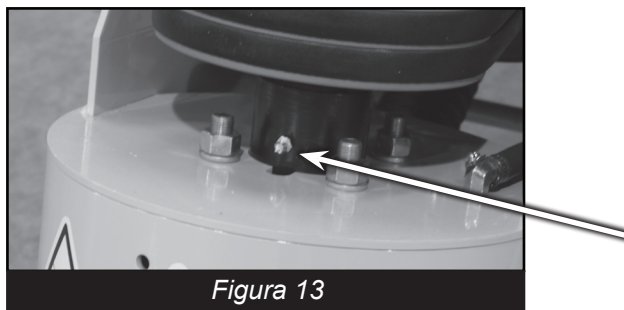

Figura 13
- Los cojinetes (Figura 13) deben lubricarse diariamente con Grasa Lubriplate 930-AA de Alta Temperatura o equivalente.